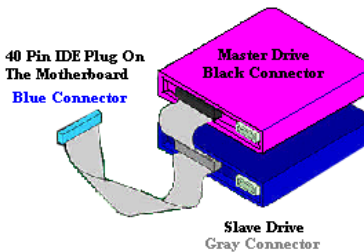

Bild 2-9. Verbindung eines ATA/66 Kabels mit dem Motherboard
- Verbinden Sie den SCHWARZEN Anschluss mit dem passenden Stecker auf dem Master Festplatten Laufwerk. Verbinden Sie den GRAUEN Anschluss mit dem passenden Stecker auf dem Slave Laufwerk (Secondary Festplatten Laufwerk, CD ROM, oder Bandlaufwerk). Siehe hierzu Bild 2-9.